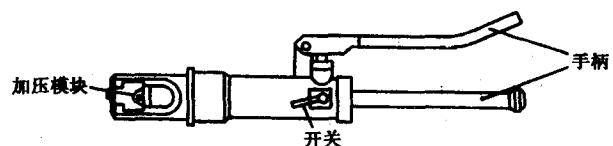

图 1-27 手提式油压钳
(1) 手提式油压钳。导线截面  $16\text{mm}^2$  及以上的铝绞线钳压连接，可采用手提式油压钳，其外形如图 1-27 所示。